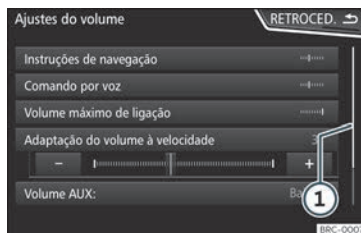

Fig. 130 Entradas de uma lista de um menu de ajustes.
A barra de deslocação exibe-se à direita e o seu tamanho depende das entradas da lista »» Fig. 130 (1).